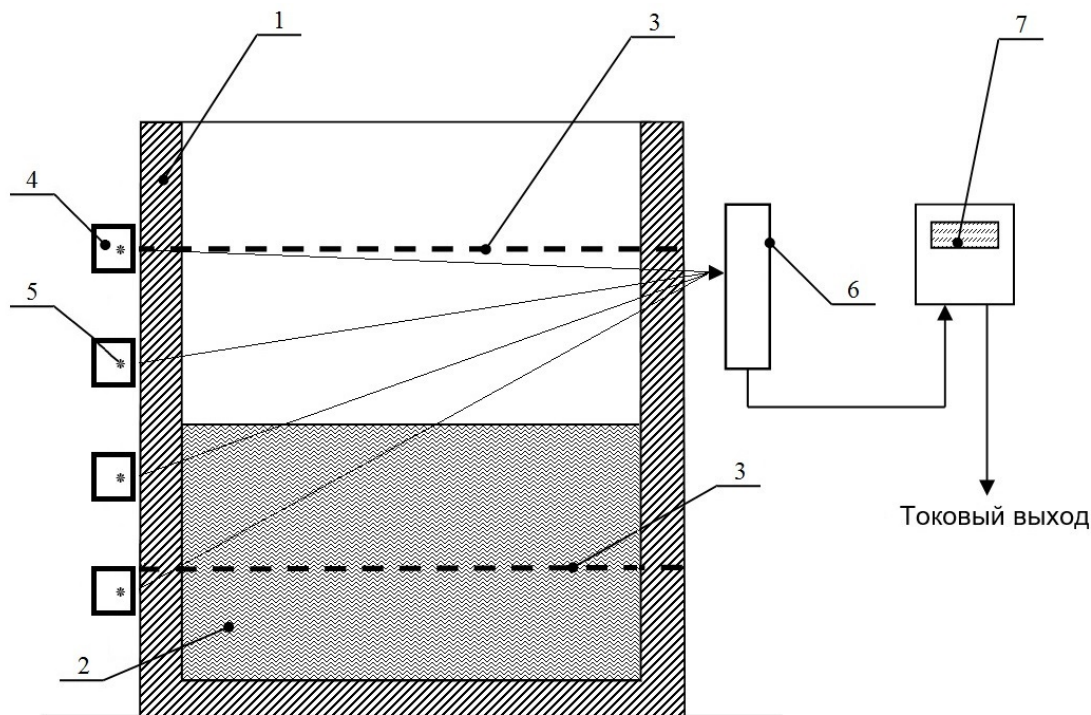

Рис. 1. Структурная схема контроля уровня.
1.4.1 Принцип действия уровнемера основан на регистрации изменения потока гамма-излучения при прохождении через контролируемый материал (рис. 1).